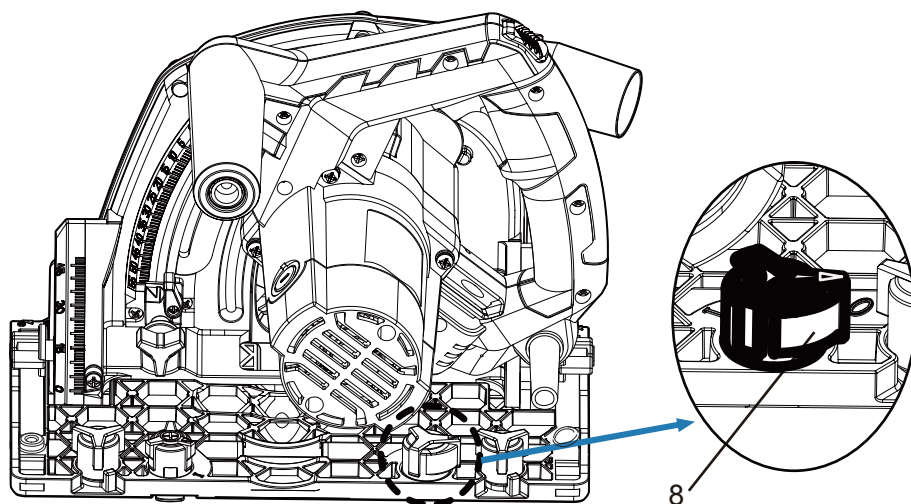

Fig. 19
Gire la perilla antiretroceso (8) a la posición "0" (antes de colocar la sierra de inmersión en el carril guía). (Ver Fig. 19).